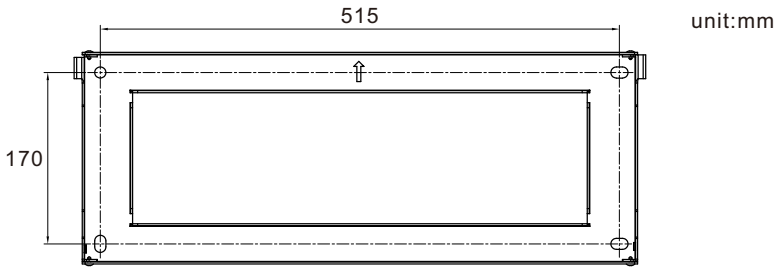
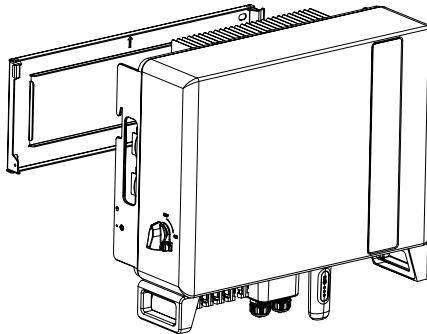

Figura 4.3 Montaje del inversor en pared
Figura 4.4 Soporte para montaje en pared
Una vez que se haya encontrado la ubicación adecuada conforme al punto 4.1, utilizando la figura 4.3 y la figura 4.4, instale el soporte en la pared.
2. Levante el inversor (cuidadosamente, para evitar lesiones físicas) y alinee el soporte trasero del mismo con la parte convexa del soporte fijado a la pared. Cuelgue el inversor en el soporte asegurándose de que queda bien sujeto (véase la figura 4.4).